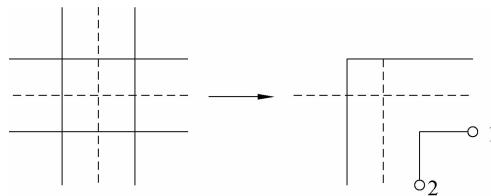

图 4-15 “角点结合”工具
(7) 角点结合: 用于在多线之间创建角点结合。将多线修剪或延伸到它们的交点处, 如图 4-15 所示。